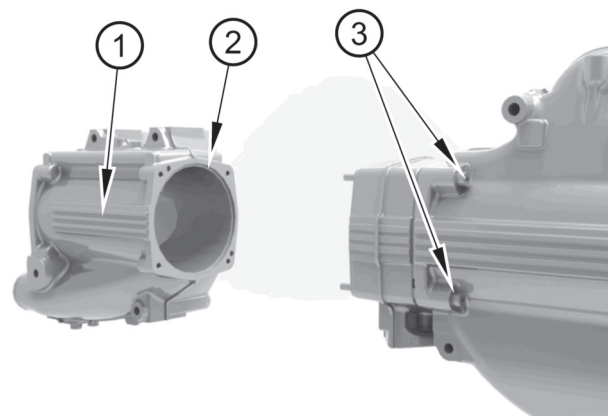

Figure 22
2. Desserrez les vis (figure 22, repère 3) et déposez le corps de l'échangeur thermique (repère 1). Déposez le joint torique (repère 2).